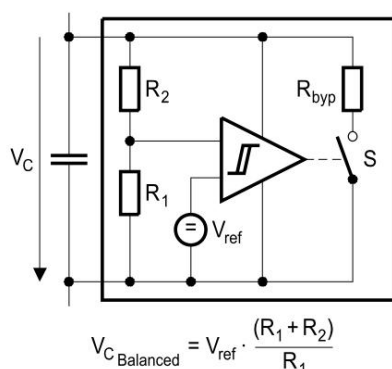

Рис. 1 Схема активной ячейки балансировки напряжения
- Если напряжение элемента батареи  $V_C$  (рассчитанное по приведённой ниже формуле) выше среднего напряжения элемента батареи, блок балансировки напряжения элемента замыкает переключатель  $S$  (рис. 1). Разряд элемента батареи осуществляется током приблизительно 800 мА через встроенный байпасный резистор  $R_{\text{byp}}$ , пока уровень напряжения элемента не снизится до среднего уровня, затем переключатель  $S$  снова размыкается.